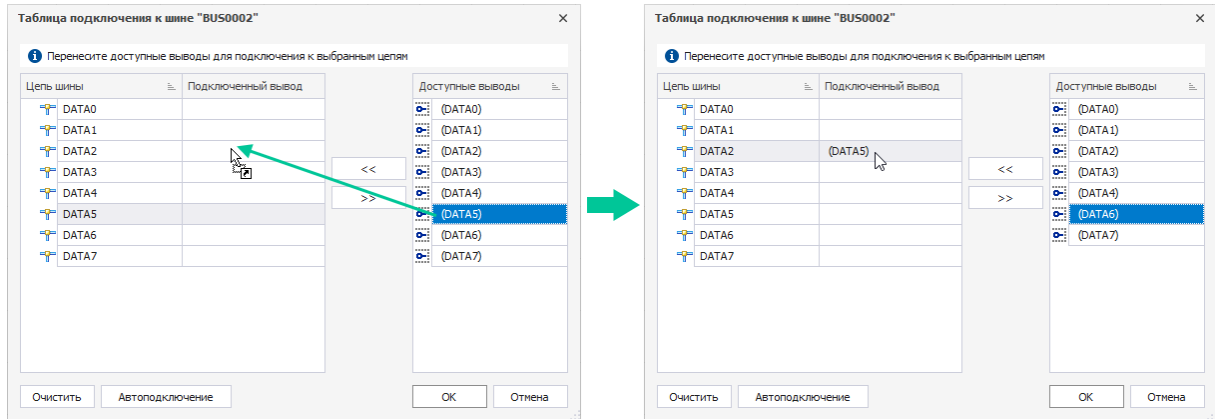

Рис. 190 Использование механизма «drag-and-drop» для установки соответствия между выводом и цепью шины
2. Переместить курсор мыши в левую часть окна в строку с именем подключаемой шины, удерживая кнопку мыши зажатой, см. Рис. 190.